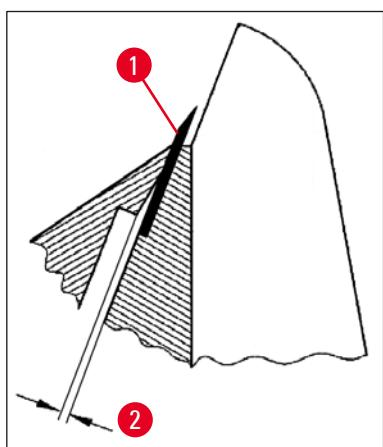

図37
- ・ネジ(→図 36-4)でプレッシャープレート(→図 36-2)を調整し、プレッシャープレートの上縁のみで替刃に圧力がかかるようにします。ギャップが確認できること(→図 37)。この調整には小型ドライバー(約 3.0 x 70)が必要です。